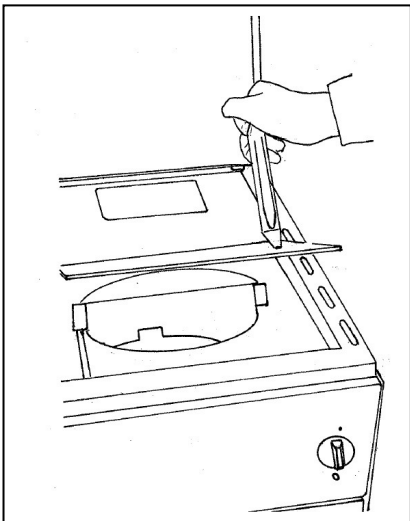

Bild 1
Vor der ersten Inbetriebnahme ist die Kochplatte (2) hochzuklappen und zu überprüfen, ob der Brenner richtig eingelegt ist (Bild 1 und 2).
- Nach Öffnen der Vortüre (8) und Abnehmen des Tankdeckels (5) kann der Öltank (6) befüllt werden.